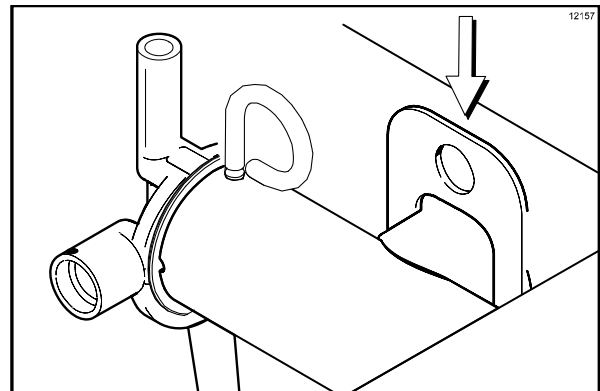

Figura 157
5. Instale o conjunto da bomba de ar/mix na parte posterior do reservatório de mix. Para posicionar a bomba no cubo de transmissão, alinhe o rasgo de transmissão no pistão com a manivela do eixo de transmissão. Prenda a bomba no lugar, colocando o clipe sobre o encaixe da mesma e certificando-se de que o clipe se encaixa nos canais do cilindro. (Veja a Figura 157.)